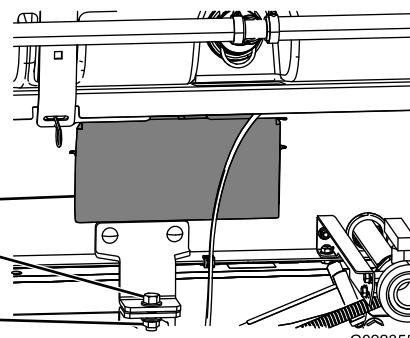

図 36
5. スキッドフレームの両側についているアクセスパネルを外す(図 36)。
8. タンク台アセンブリをフレームの左右にある荷台ブラケットに固定するボルト $\frac{1}{2} \times 1\frac{1}{2}$ "1本、ロックナット $\frac{1}{2}$ "1個を使用して図36のように取り付ける。